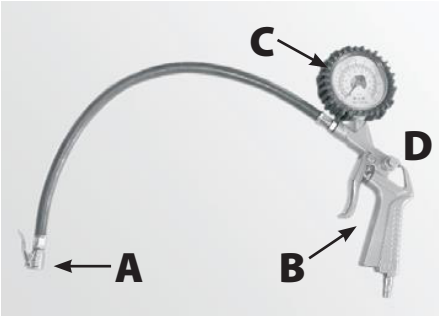
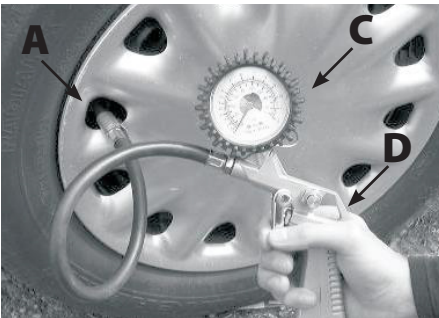

Рис. 13
Рис. 15
2. При накачивании автомобильных и большинства велосипедных шин к шлангу не требуется подсоединять никаких дополнительных переходных устройств (рис. 13). Нажмите на язычок А и подсоедините шланг непосредственно к шине, надев штуцер на ниппель (рис. 15) и отпустив язычок.
4. Нажав на рычаг В, начинайте надувать шину, следя за показаниями манометра С (рис. 15). Если давление оказалось больше требуемого, шину можно слегка сдуть, нажав на кнопку D (рис. 15).